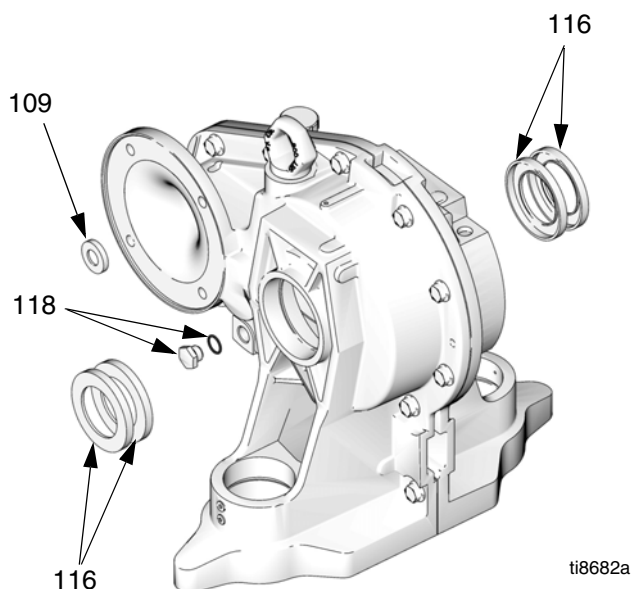

FIG. 26. Selos da caixa de redução.
5. Retire os quatro parafusos (12) e ambas as tampas (21, 32).
6. Consulte a FIG. 26. No lado do motor da caixa de redução, desatarraxe o plugue do dreno de óleo (118) com a gaxeta. Perfure o selo de entrada (109) com um parafuso auto atarraxante e remova-o.